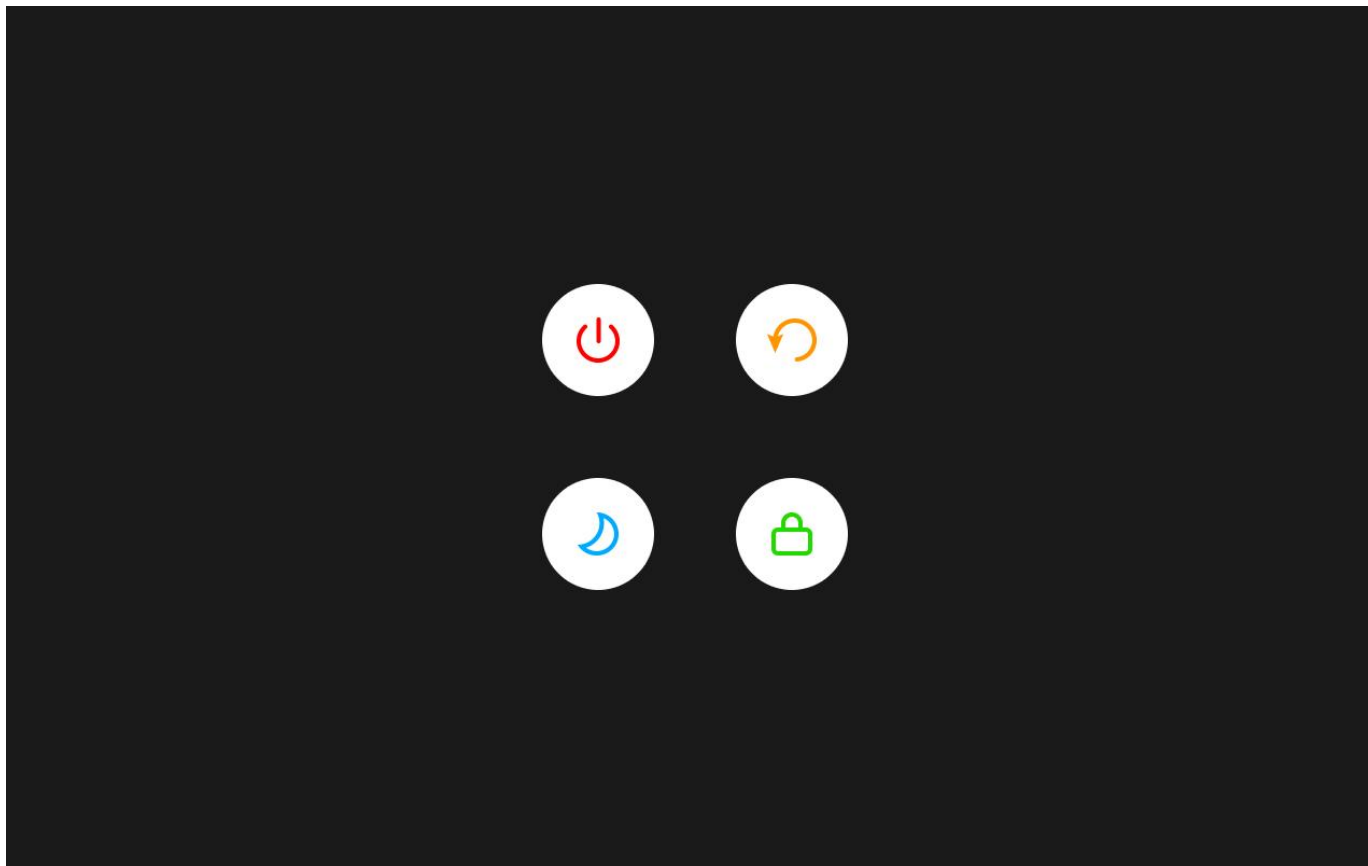

图 13-13 关机界面
长按电源键^①，将进入关机界面，见图 13-13。包含 4 个选项：关机、重启、待机、锁屏。